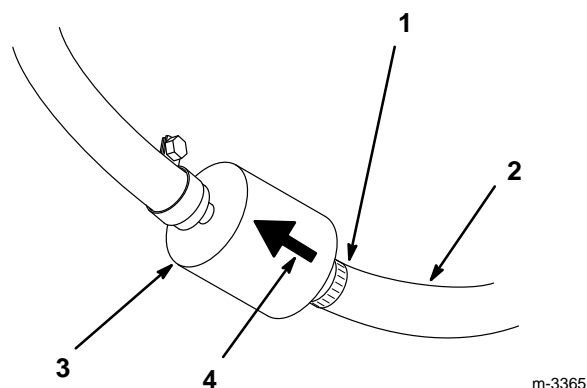

Abbildung 41
4. Die Enden der Schlauchklemme zusammendrücken und die Klemme vom Filter weg schieben (Abb. 41).